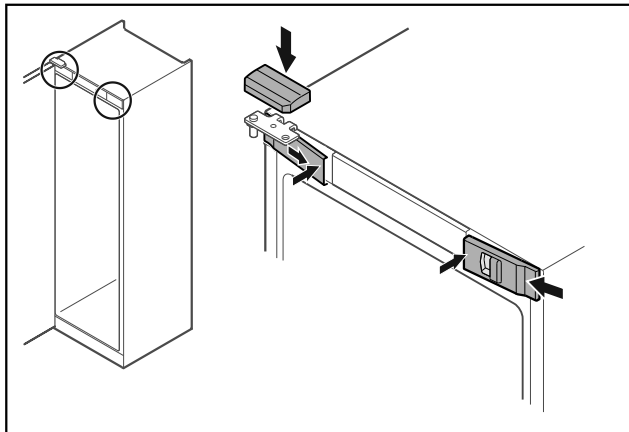

Fig. 48
- ▶ Закачете предните капаци Fig. 48 (1) от страни и фиксирайте навътре.
- ▶ Фиксирайте горния капак Fig. 48 (2) отгоре.